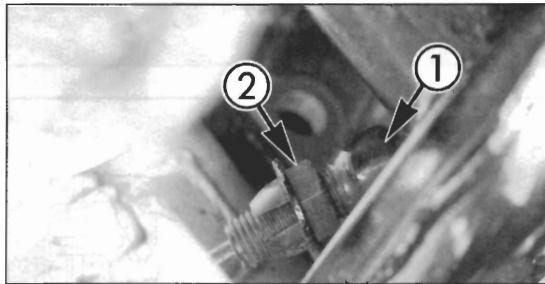

Bild 51
- Zur Einstellung Schaltergehäuse (Bild 51) festhalten und Einstellmutter ein- oder ausdrehen.